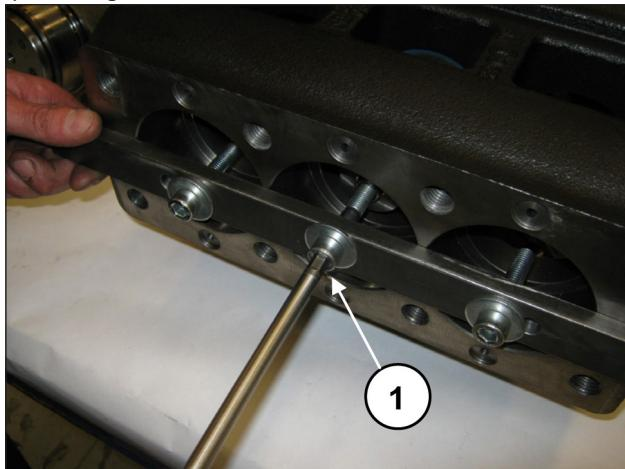

Fig. 32
Procedere a svitare le viti dell'attrezzo cod. 27566200 per sbloccare le bielle (pos. ①, Fig. 32) e successivamente estrarre i gruppi biella-guida pistone dall'apertura posteriore del carter (pos. ①, Fig. 33).
Bloccare i tre gruppi utilizzando l'apposito attrezzo cod. 27566200 (pos. ①, Fig. 32).
Rimuovere l'attrezzo per il bloccaggio delle bielle cod. 27566200 (pos. ①, Fig. 32).